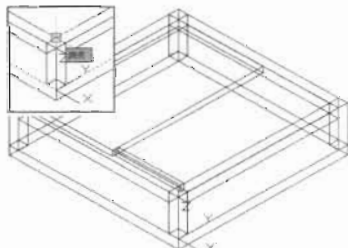

图 12-84
(9) 在命令行中输入 box 命令,以在 x 轴上距离如图 12-84 (左) 所示的端点 10 个单位的点为起点创建一个长方体,如图 12-84 (右) 所示,命令执行过程如下。
_from 基点: //捕捉如图 12-84 所示的端点